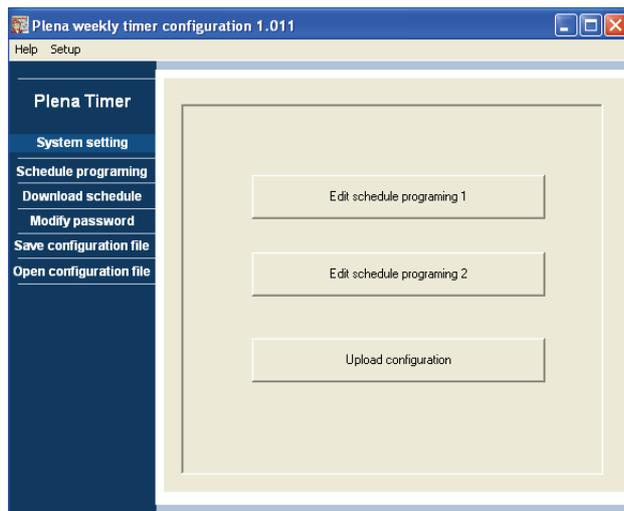

figura 8.16: Teclas de programação e carregamento
- 1 No menu principal, clique na tecla Schedule programming. Aparecerá a janela que se segue (consulte a figura 8.16).